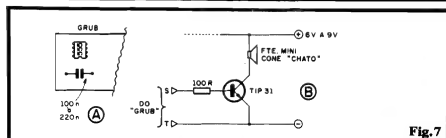

Fig. 7
**- FIG. 7 - UM APROVEITAMENTO INUSITADO DO GRUB...** - O fato do circuito básico do GRUB ser, na verdade, um gerador de "todas as frequências", de "zero Hz" até certo limite superior, determinado pelos componentes RC do clock excitador, permite também aplicações nas zonas de muito baixa frequência... Um exemplo bastante interessante (e inusitado...) tem seu diagrama mostrado na figura, e parte da substituição do capacitor original (100p) por outro de valor bem mais elevado (100n a 220n), bastando trocar o componente na posição indicada na placa (fig. 7-A). Com isso, a manifestação final do GRUB não será mais um "chiado", porém uma sequência de pulsos, distribuídos no tempo